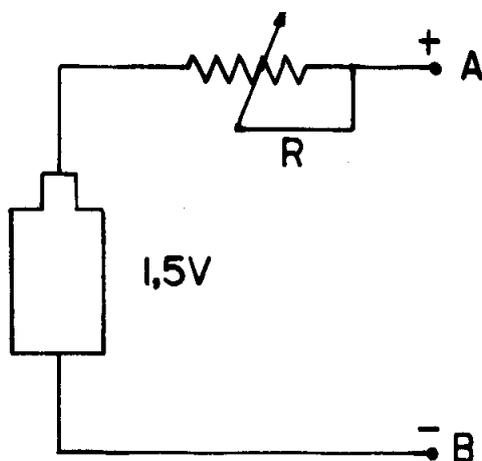

Fig. 2
1) Utiliza-se uma fonte com ddp ajustável, por exemplo, uma ou mais pilhas de lanternas de 1,5 V ligadas em série com um potenciômetro\* (Fig 2).